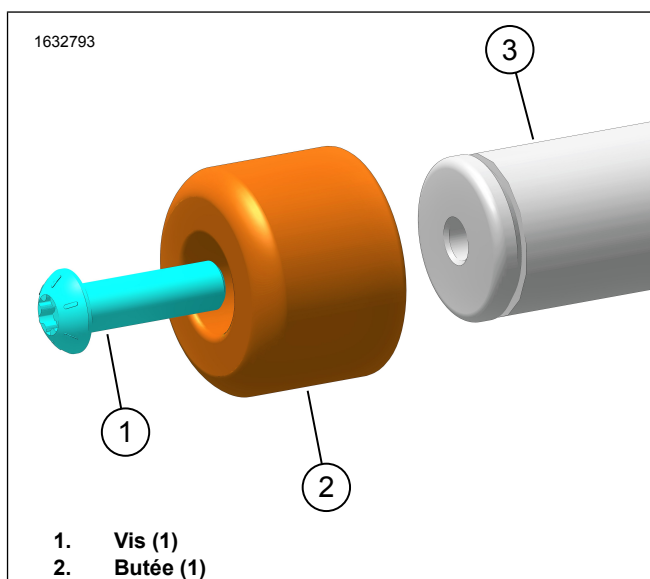

Figure 3.
1. Voir la figure 3. Retirer et éliminer la vis (1) et la butée (2).
2. Installer la butée (2).
3. Poser la vis (1). Serrer.